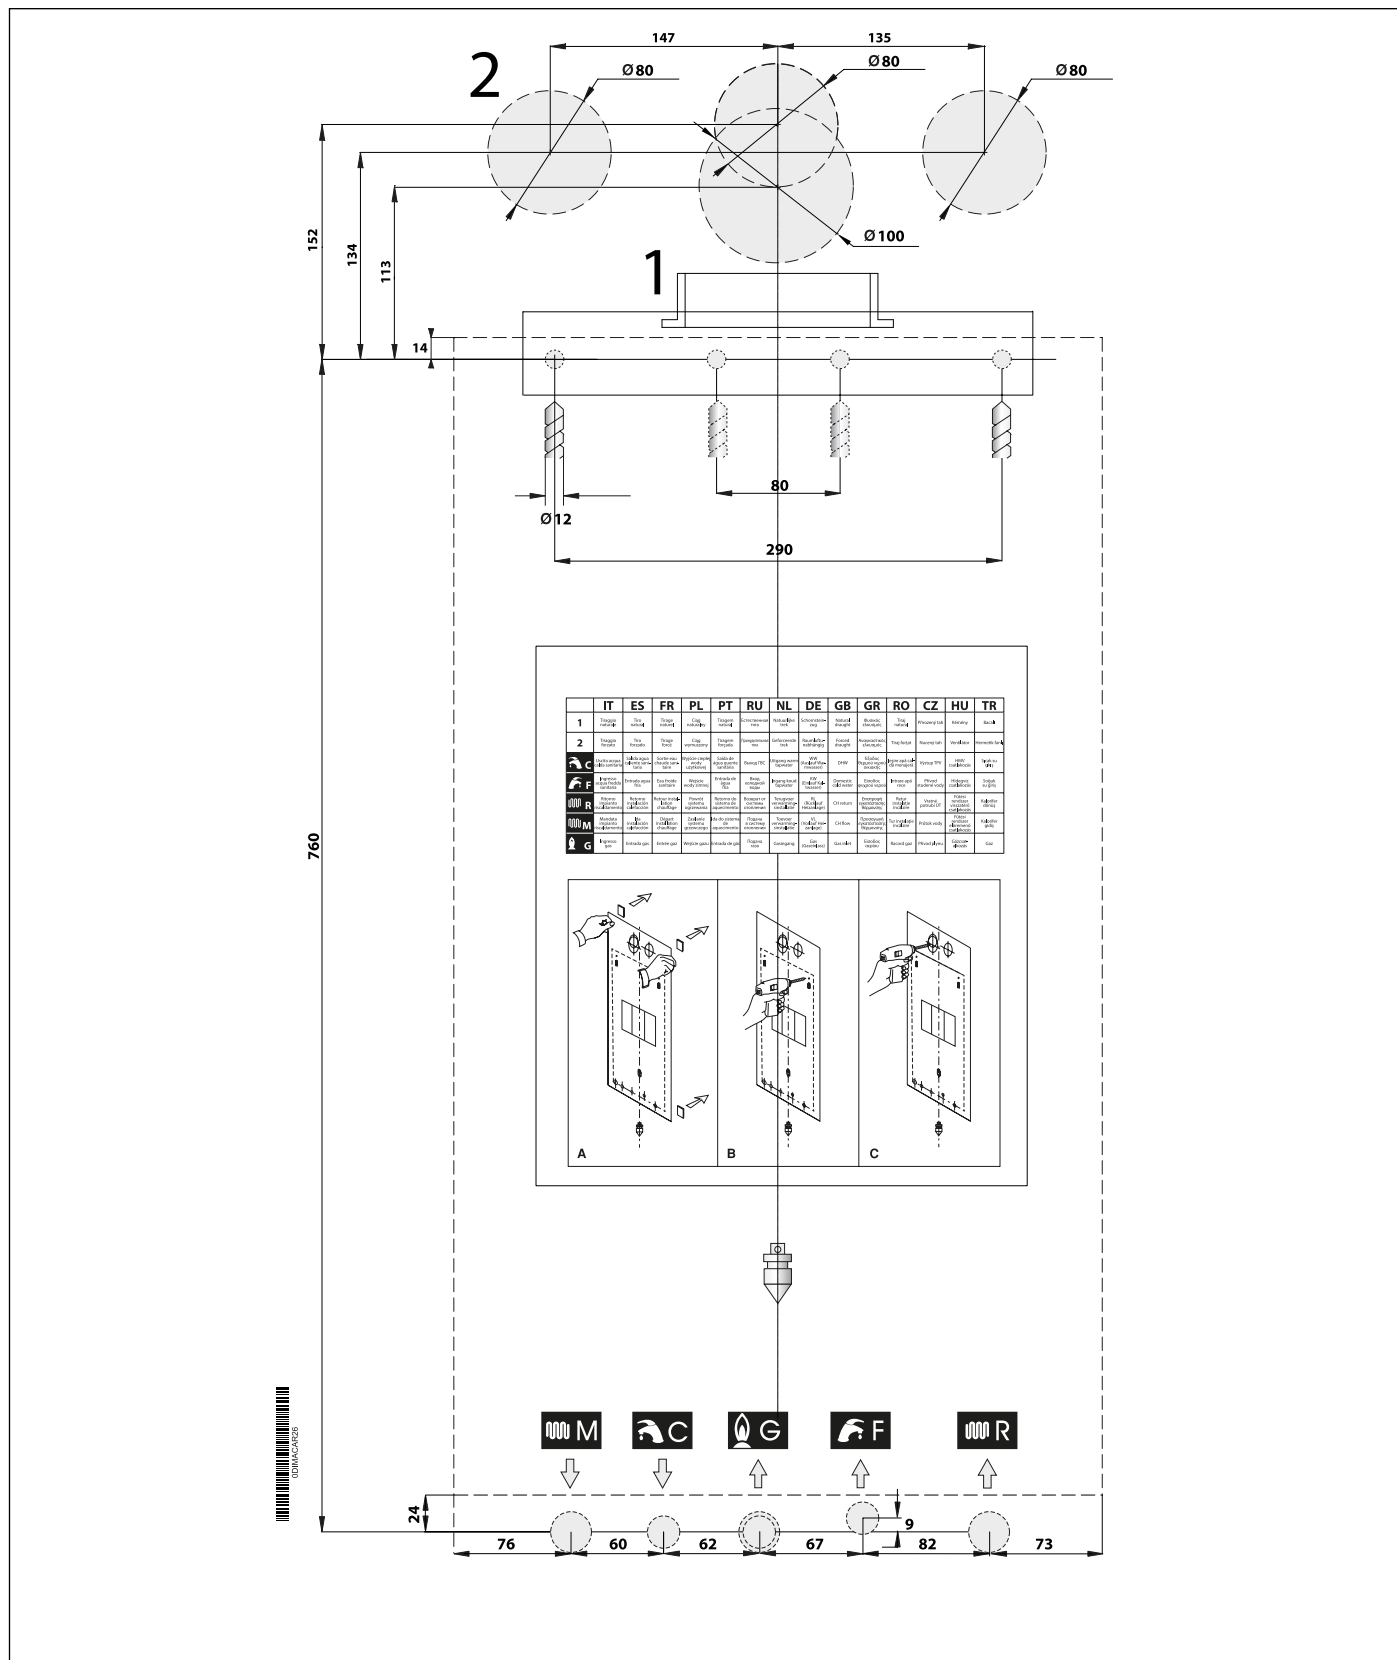

Fig. 9 Gabarit en papier
- » le gabarit de fixation de la chaudière au mur (voir Fig. 9 Gabarit en papier);
Chaque appareil est accompagné d'un gabarit approprié en papier contenu dans l'emballage (voir Fig. 9 Gabarit en papier).